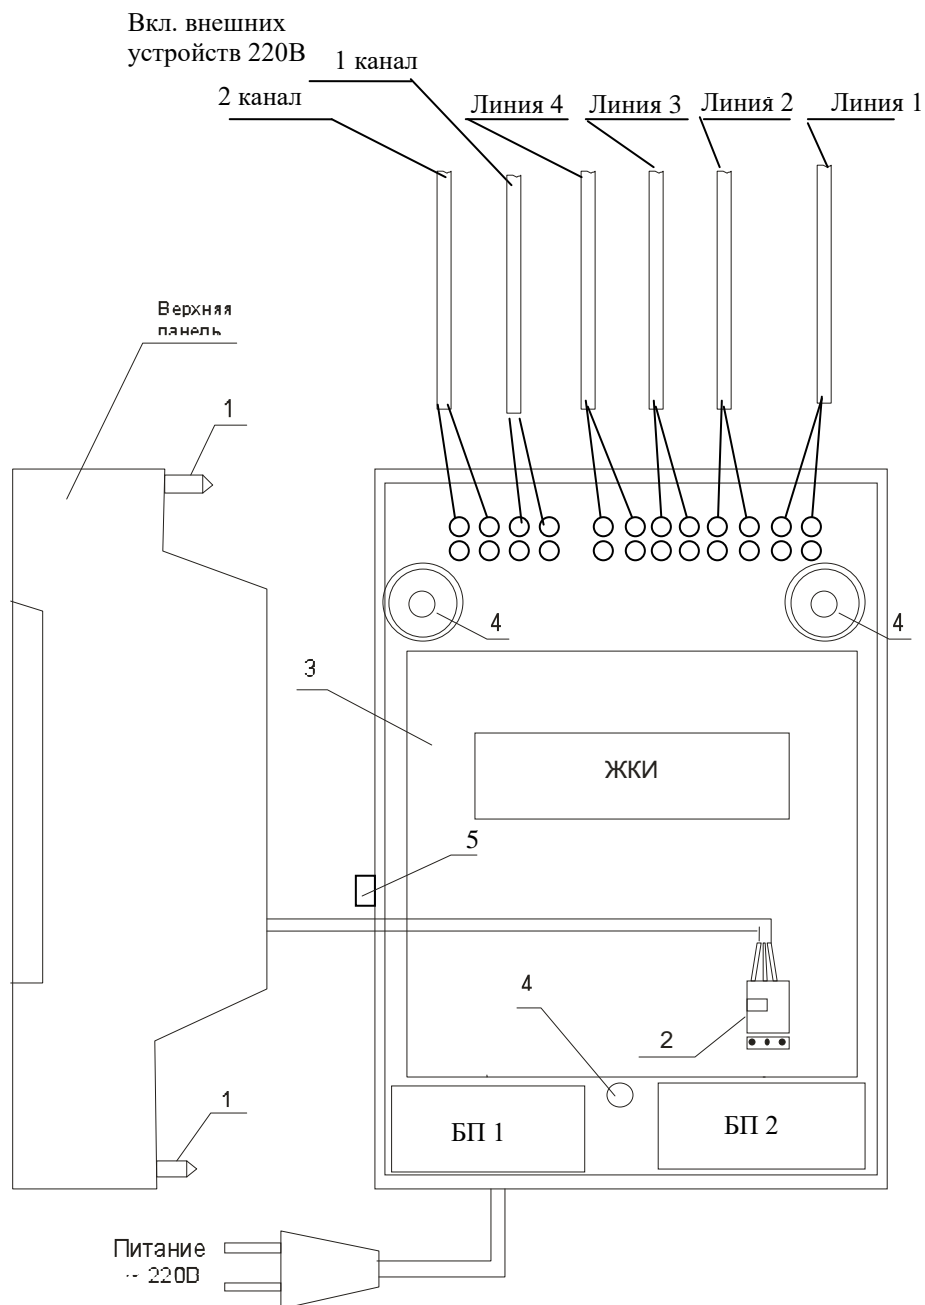
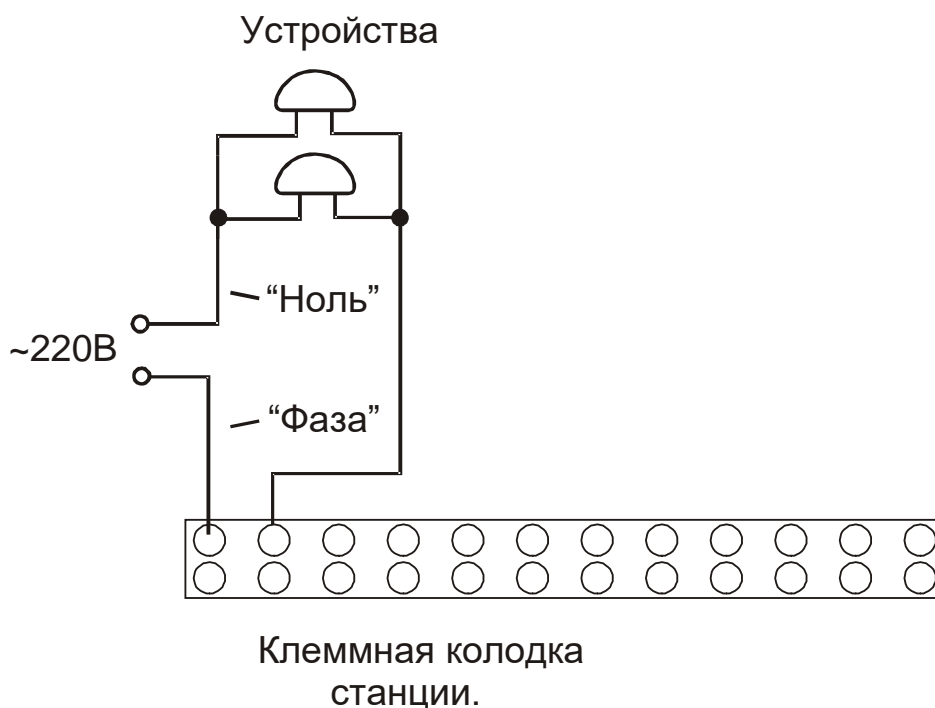

Рис.1
Рис. 1-1
Должны быть смонтированы две линии включения внешних устройств по схеме рис. 1-1. В соответствии с рис. 1-1 питание на внешние устройства должно подаваться извне (не используется электропитание часовой станции). При этом реле часовой станции замыкают (подключают) фазу внешнего электропитания на внешние устройства каждого канала в соответствии с установленной программой.
4.1. Выверните четыре винта 1, расположенных на верхней панели ЧС (см. Рис.1). Осторожно снимите верхнюю панель и отсоедините разъем 2, соединяющий кнопки с печатной платой 3.
4.4. Подсоедините линии вторичных часов в соответствии со схемой рис.1. Подсоедините линию включения внешних устройств второго канала в соответствии со схемой рис.1 и со схемой рис.1-1. Схема включения устройств первого канала такая же, но для подключения к станции используются две клеммы, расположенные правее клемм второго канала как показано на рис. 1.